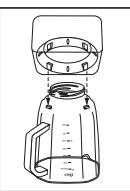

Fig. 15
- a. Para los modelos con vaso de vidrio Boroclass®, invierta el vaso de manera que la abertura pequeña quede hacia arriba y coloque el collar en la abertura pequeña/inferior del vaso, asegurándose de que las muescas del collar encajen en las cuatro lenguetas del vaso (Fig. 15).